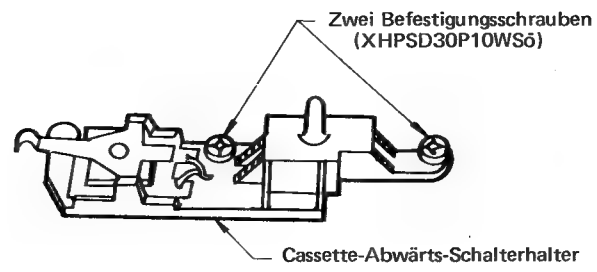

Abb. 7-32
- 3) Die zwei Schrauben (WAPSD30P08WSö), mit der der Cassette-Abwärts-Schalterhalter befestigt ist, lösen und den Cassette-Abwärts-Schalterhalter ein kleines Stück bewegen. (Vorsichtig vorgehen, um die Zuleitungen des Cassette-Abwärts-Schalters nicht zu verformen bzw. abzubrechen). (Siehe Abb. 7-32)
- 4) Während man den Spulenmotor von der Rückseite des Chassis her unterstützt, die zwei Schrauben (6) (XBPSD30P05J00) zur Befestigung des Spulenmotors entfernen und den Motor herausnehmen. Zu diesem Zeitpunkt die Spulenzwischenrolle (4) nach links oder rechts bewegen, damit sie nicht herausfällt.